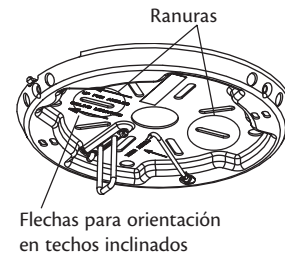

Figura 10 - Forma de encontrar los agujeros ranurados para usarlos
4. Coloque los agujeros ranurados (vea la Figura 10), situados en la placa del techo, en alineamiento con los agujeros piloto en la estructura de soporte de madera. Nota: Los aisladores deben estar al ras con el techo.
Para techos en ángulo: Asegúrese de orientar la placa del techo de manera que las dos flechas en la placa del techo apunten hacia la parte más alta del techo. Vea la Figura 10.